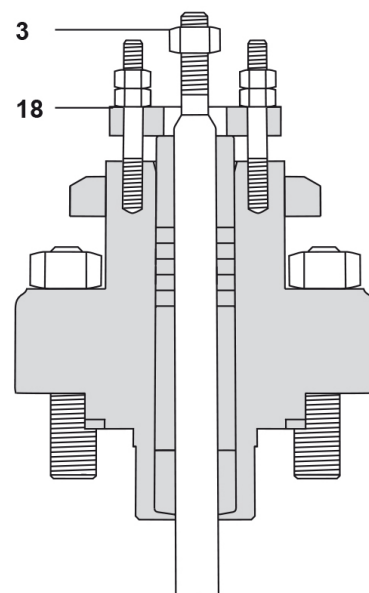

Fig. 11
- Serrer l'écrou de presse-étoupe (18) :
- ii) La garniture en graphite : Jusqu'à ce qu'un écart de 12 mm entre la face inférieure de la bride de presse-étoupe et le chapeau soit réalisé. Voir Fig. 11.
- Replacer l'écrou de blocage (3).